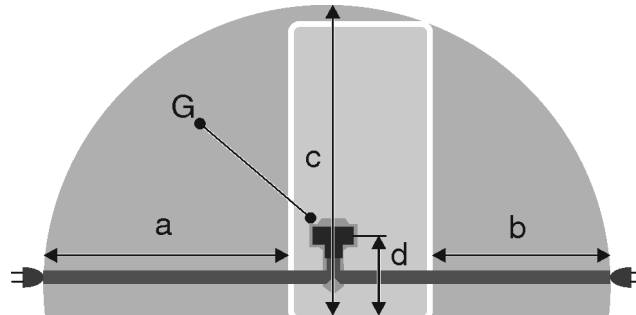

Fig. 48
- Контактът трябва да е извън зоната на задната страна на уреда и в рамките на дефинираната зона Fig. 48 (a, b, c).
- ▶ Включете щепсела на уреда Fig. 48 (G) от задната страна на уреда. Обърнете внимание на доброто фиксиране.